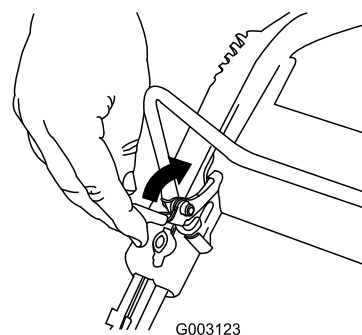

Figura 18
Para apagar el motor, mantenga pulsado el botón de parada del motor (Figura 18) hasta que el motor se apague.
1. Tire hacia atrás del mecanismo de bloqueo de la barra de control (Figura 18).